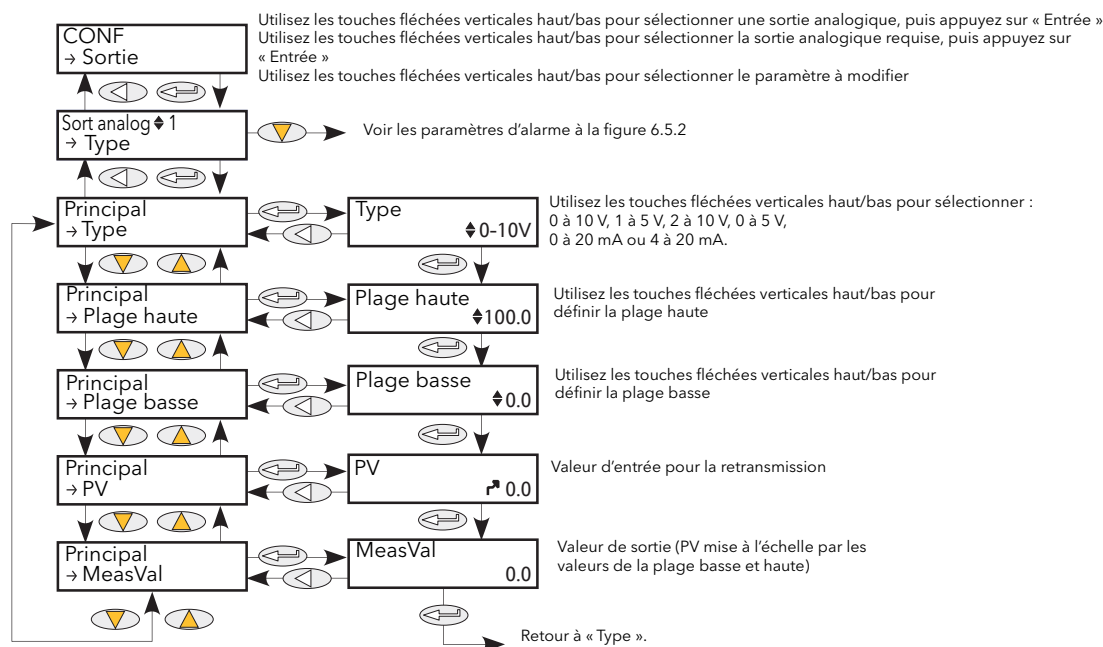
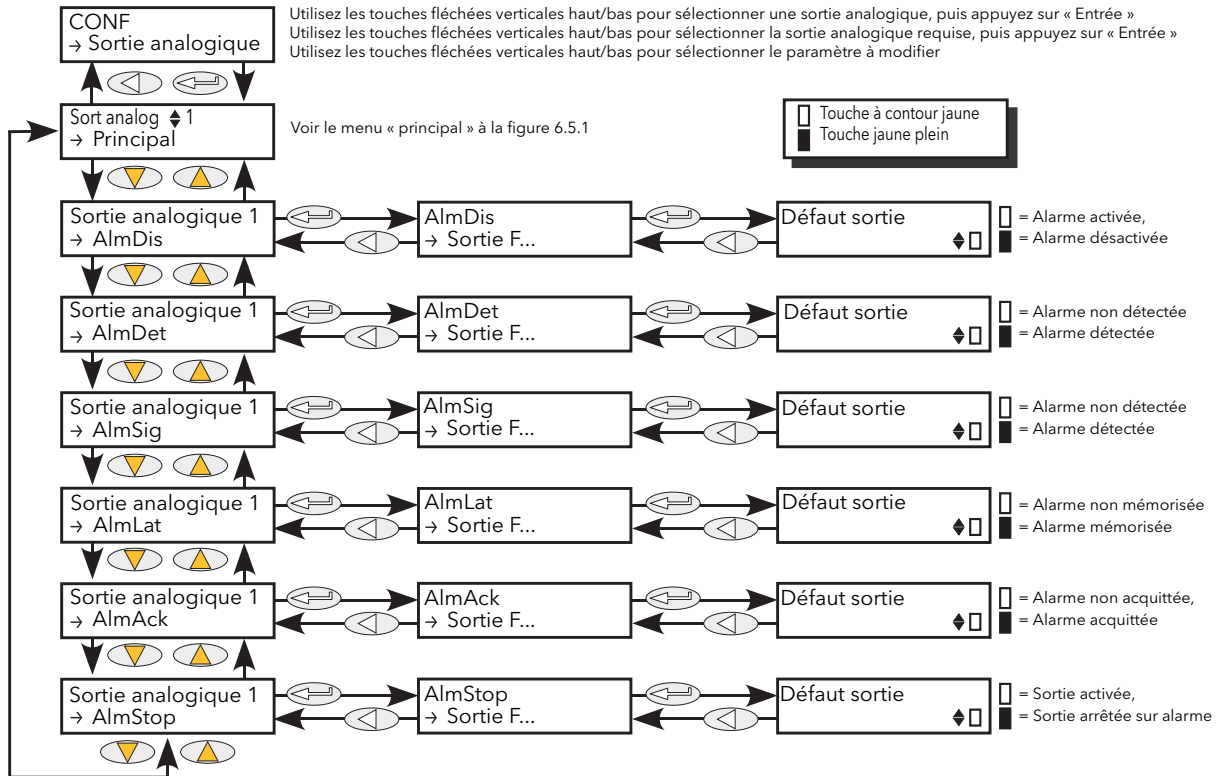

Figure 6.5.1 Menu « principal » des sorties analogiques
Figure 6.5.2 Accès aux paramètres d'alarme de la sortie analogique
Vous disposez ainsi d'une sortie de courant ou de tension mise à l'échelle à partir d'une variable mesurée (PV) à l'aide de la plage haute et basse. La figure 6.5.1 montre le sous-menu de configuration principal et la figure 6.5.2 les paramètres d'alarme.